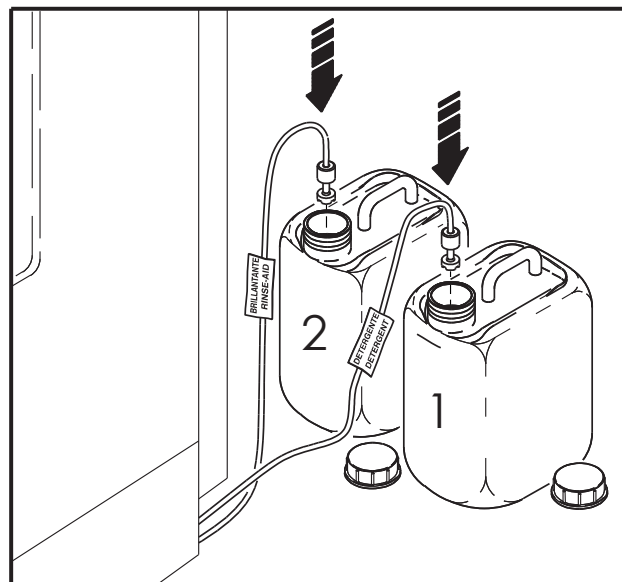

Fig. 22
- *Verifique el nivel de abrillantador y de detergente en el recipiente externo y, en su caso, cámbielo (fig. 22)*